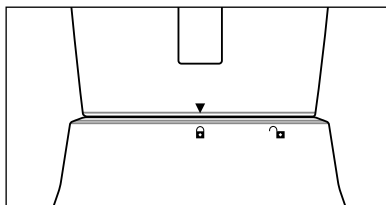

Fig. 3
- 5) Sørg for, at hældetuden på blenderkanden ③ er lukket.
- 6) Sæt påfyldningslåget ① ind i låget ②, så tapperne på påfyldningslåget ① går ind i udskæringen på låget ②. Drej påfyldningslåget i urets retning, indtil den sidder fast i låget.
- 7) Sæt den fyldte og lukkede blenderkande ③ på motorblokken ⑥. Brug udskæringerne på motorblokken ⑥ og sørg for, at håndtaget til blenderkanden ③ peger mod -symbolet (se fig. 3). Drej blenderkanden ③ i urets retning til position , indtil den klikker hørbart på plads. Motoren kan kun starte, hvis blenderkanden ③ er sat rigtigt på hele vejen rundt.